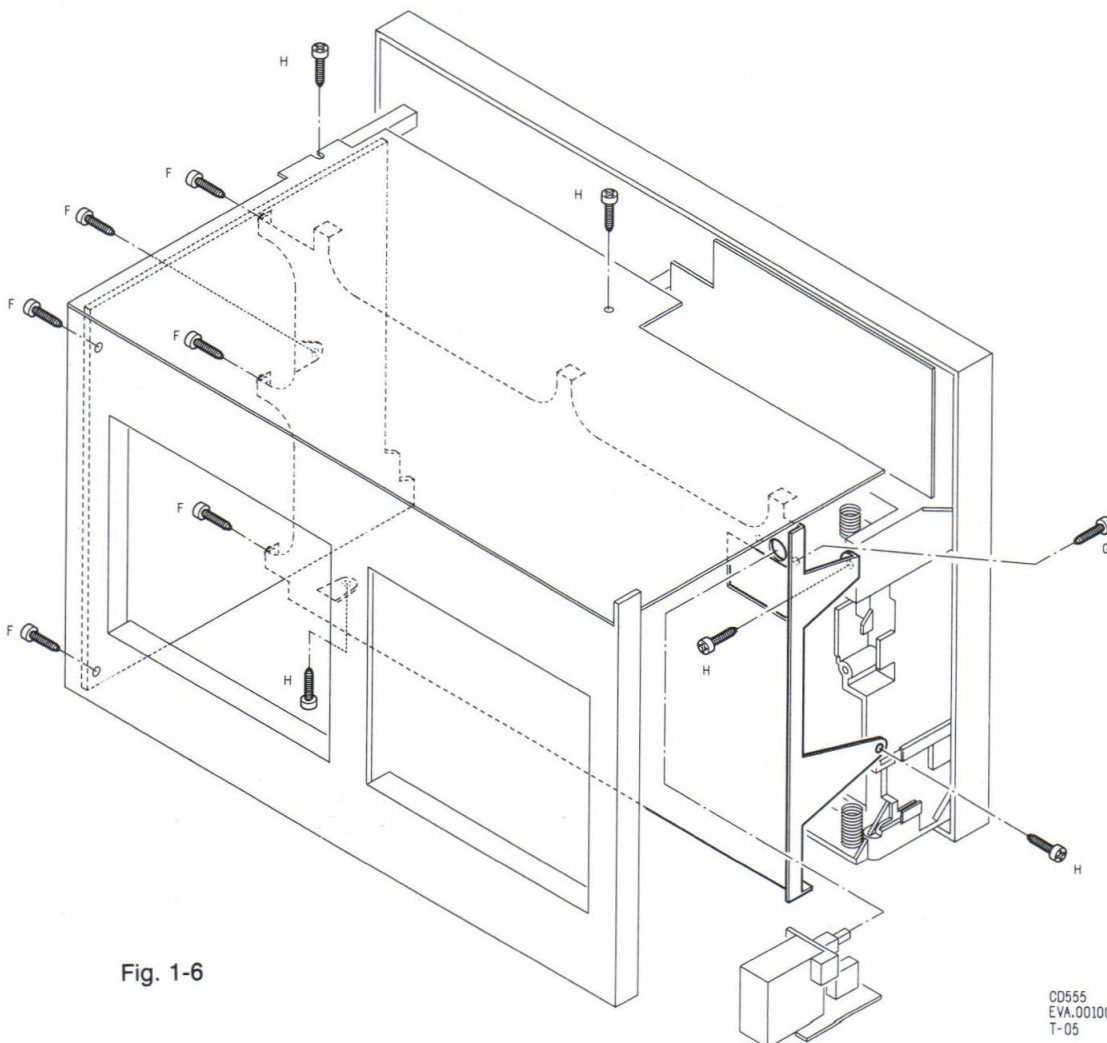

Fig. 1-6
### 3. Front scheiden van frame (fig. 1-6)
- Recorderprint losnemen (schroeven A, zie fig. 1-6).